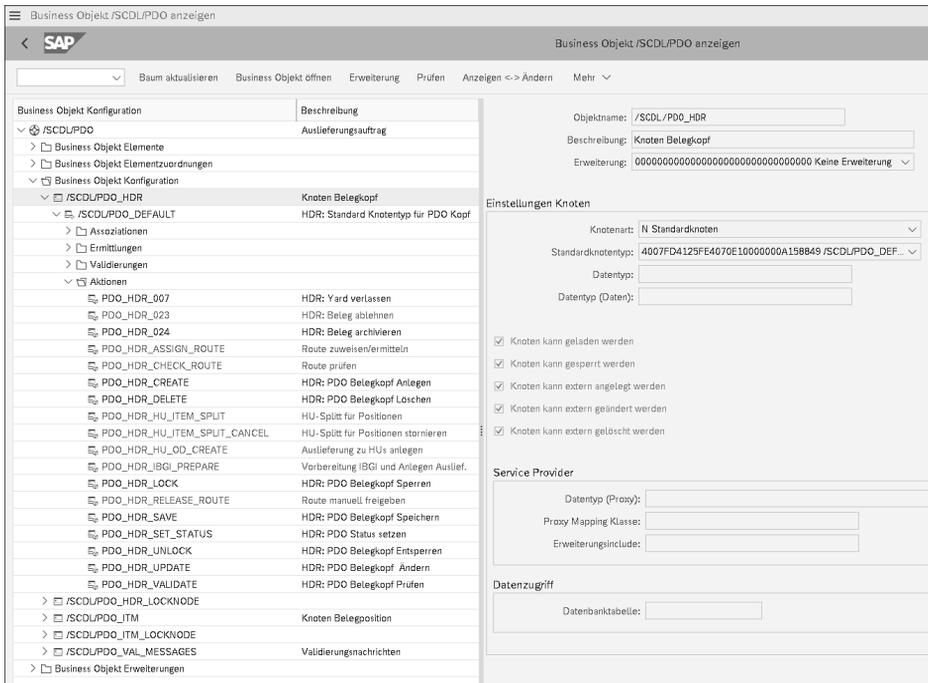

Abbildung 2.2 BOPF-Konfigurationsoberfläche zu Objekt /SCDL/PDO
BOPF kontrolliert die Geschäftslogik der Anwendung und sorgt für die Bereitstellung, Pufferung und Speicherung von Daten. Somit sind Geschäftslogik und Datenverwaltung strikt voneinander getrennt, ebenso wie die Änderung und Kontrolle der verwalteten Daten. Aus Sicht der Softwarekomponente der Applikationsplattform (AP) ist das heutige BOPF, wie es in verschiedenen SAP-Produkten verwendet wird (z. B. SAP Transportation Management (SAP TM)), nicht mehr mit dem in EWM verwendeten BOPF kompatibel; die Grundlagen sind jedoch in der EWM-Lieferabwicklung noch erkennbar. Über die Transaktion /BOPF/CONF\_UI erhalten Sie ein Einblick in die klar strukturierte Modellierung der verschiedenen Belegtypen der EWM-Lieferabwicklung (siehe Abbildung 2.2).